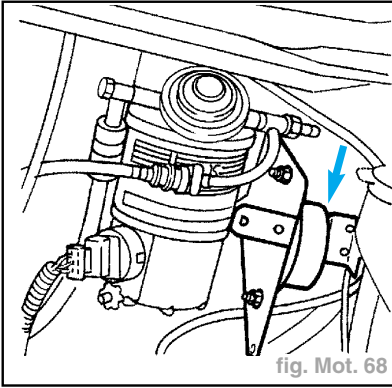

fig. Mot. 68
- L'interrupteur situé sur la pompe d'injection est désactivé ainsi, que, par conséquent, l'électrovalve de pilotage, d'où la neutralisation de l'EGR (fig. Mot. 68).